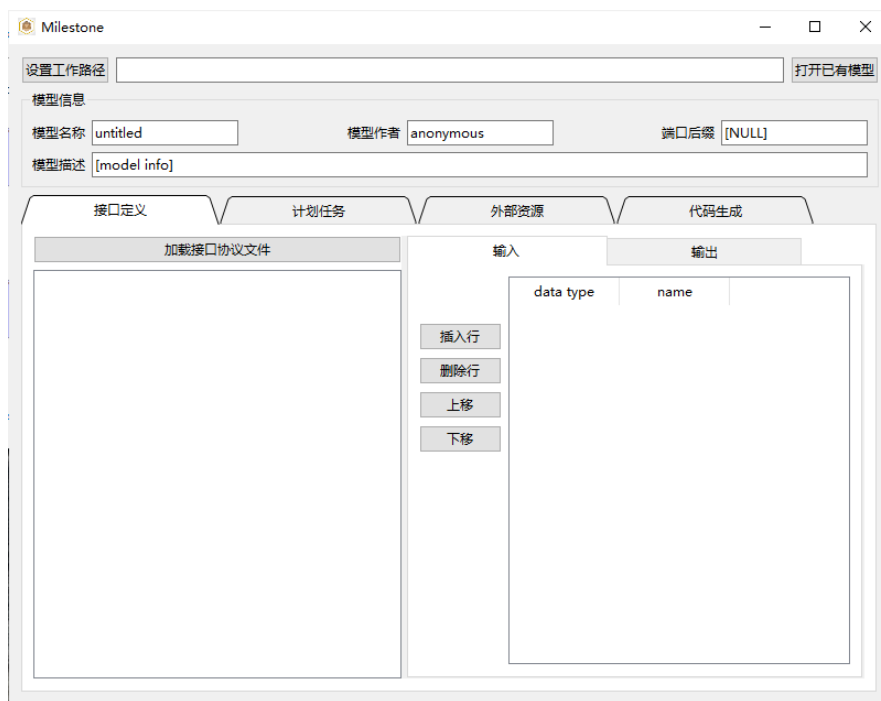

图 3.2: Milestone 主界面
- 点击 “Build model”，打开 Milestone 工具主界面，如 图 3.2。